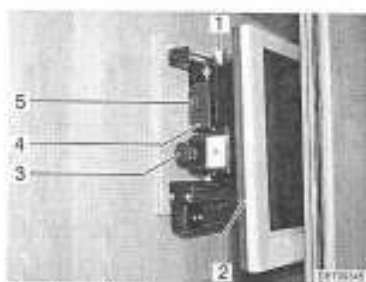

Fig. 71 Meuble télévision
- Appuyer sur le bouton de déverrouillage (Fig. 71,5) et tirer le support de l'écran plat jusqu'à la butée vers l'avant, à l'aide de la poignée (Fig. 71,4).
- Tirer le bouton de déverrouillage (Fig. 71,1) et faire pivoter le téléviseur (Fig. 71,2) dans la position souhaitée.
- Desserrer la vis moletée (Fig. 71,3).